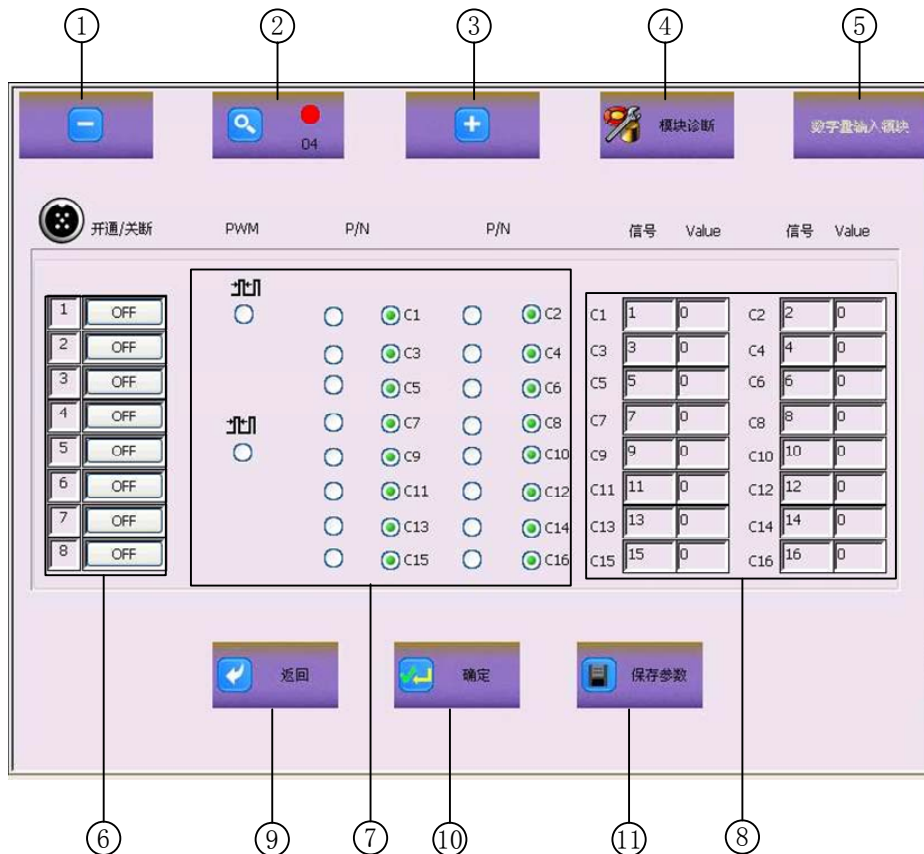

图32 DI 模块参数设置界面
当在参数设置主界面点击DI模块，将弹出DI模块的参数设置界面，如图32所示。
- ① 按下该按键，将跳转到上一个模块的参数设置界面
- ② 模块号：显示当前模块的模块号，图32中显示的是J04模块
- ③ 按下该按键，将跳转到下一个模块的参数设置界面
- ④ 模块诊断按键：点击该按键，将进入当前模块的故障诊断界面
- ⑤ 模块类型：该图标显示当前模块的模块类型，图32中显示的是DI模块
- ⑥ 信息栏：从左至右依次是通道号和通道ON/OFF，可设置16路（8个通道每个通道有两路输入信号）输入通道的开启和关闭。当一个通道被设置为ON时，模块采集对应的2路输入信号，当被设置为OFF时，通道信号被忽略
- ⑦ 逻辑设置：每个通道可以被设置成正逻辑或者负逻辑，当设置为正逻辑时，采集到的输入信号为逻辑1，否则逻辑值为0。DI模块的通道1和9可以被设置为脉冲采集模式。
- ⑧ 通道互换：实现通道互换。例如点击信号列“2”，在弹出小键盘中输入“5”后点击确定，即可实现通道2和通道5的互换。提示：通道1只能和通道9互换，其它通道可任意互换。
- ⑨ 返回按键：按下该按键，将返回到参数设置主界面
- ⑩ 确定按键：按下该按键，将B2显示器的参数发送至底层模块
- ⑪ 保存参数按键：按下该按键，参数被保存至B2显示器和底层模块